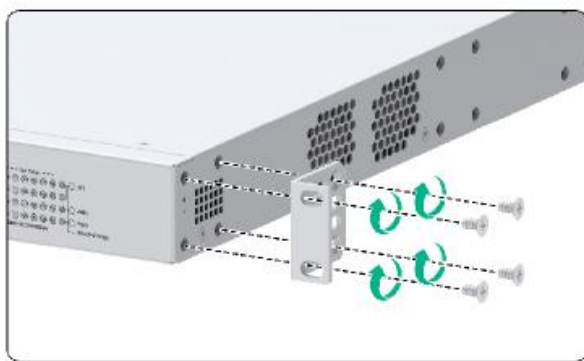

图 1-3 安装前挂耳到设备端口侧示意图
(1) 安装前挂耳到设备时，将挂耳的长边贴近设备，挂耳的安装孔与设备侧面的螺钉孔对齐，如图 1-3 所示。顺时针方向拧紧 M4 螺钉，从而将挂耳固定到设备。